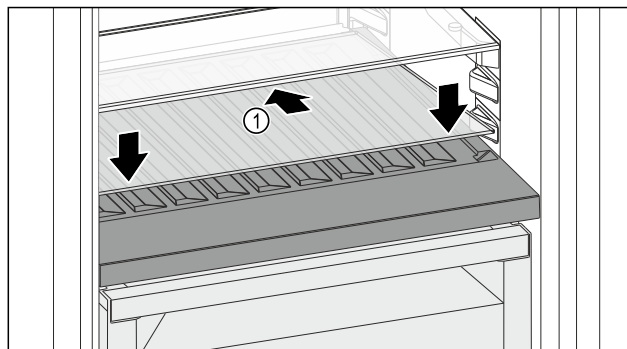

Fig. 100
- Sett på glassplaten Fig. 100 (1) skrått og vippet bakover nede.
- Senk glassplaten Fig. 100 (1) foran.